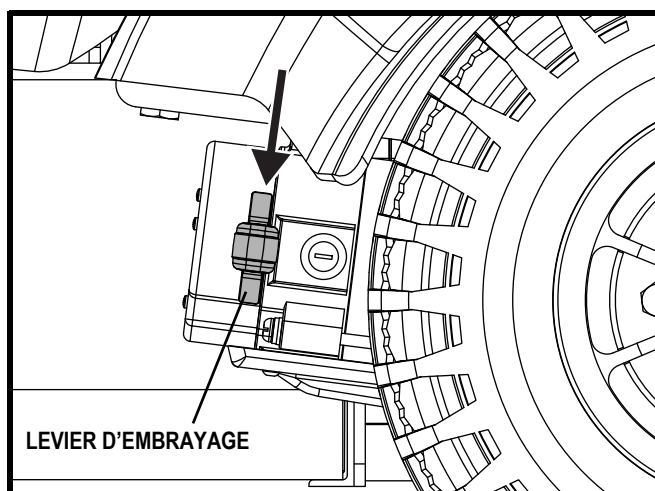

Figure 4. Mode « roues libres » (débrayé)
1. Poussez les deux leviers vers le bas pour débrayer le fauteuil et passer au neutre (moteurs désengagés). Voir la figure 4.